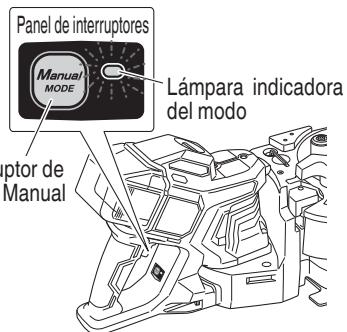

Fig. 21
3. Acerca de la señal de advertencia (Fig. 21, Tabla 5)